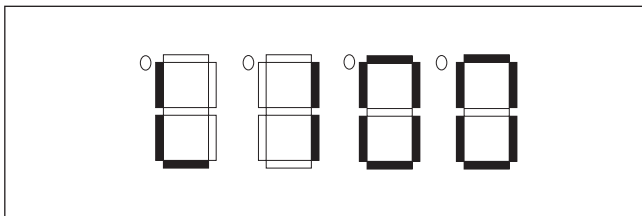

Рисунок 5 - Настройка защиты от токов утечки
- 1) В режиме «Ток утечки» используйте кнопку «+» или «-» для выбора значения, при достижении которого Устройство отключит двигатель (см. рисунок 5).